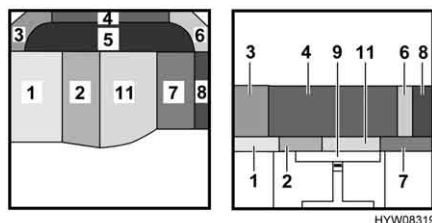

Fig. 63 Dopo la trasformazione
- Posizionare il cuscino aggiuntivo (Fig. 63,11) tra i cuscini del divano (Fig. 63,2 e 7) e il tavolo. Rispettare la forma circolare.